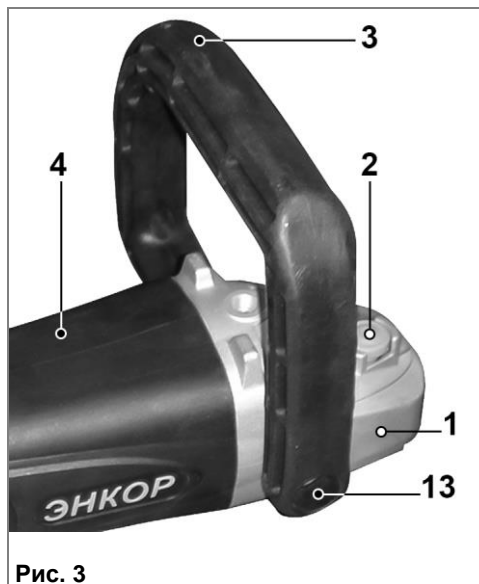

Рис. 3
7.1.1. Установите дополнительную рукоятку (3) и закрепите ее на корпусе редуктора (1) болтами (13) из комплекта поставки, как показано на Рис. 3.